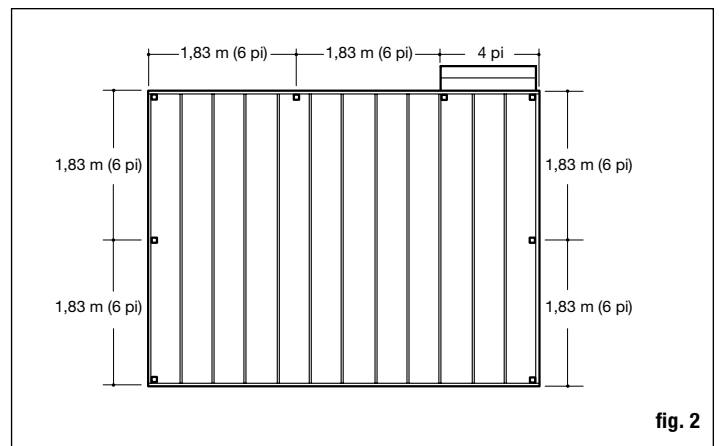

fig. 2
**Étape 1** Déterminez le nombre de poteaux de garde-corps nécessaires pour votre terrasse. L'espacement des poteaux est centre à centre de 1,8 m (6 pi) ou centre à centre de 2,4 m (8 pi), selon la longueur de traverse choisie. Exemple : Un patio de 3,7 x 4,9 m (12 x 16 pi) fixé à un bâtiment comportant une ouverture d'accès de 1,2 m (4 pi) d'un côté, exigera huit poteaux en tout (fig. 2).